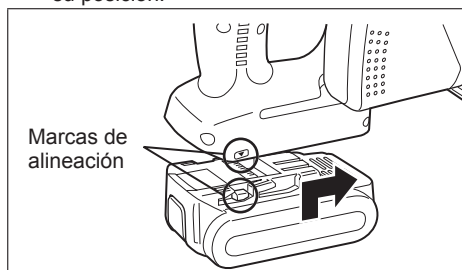

Fig. 2
1. Para conectar la batería (Consulte la Fig. 2.) Alinee las marcas de alineación y coloque las baterías.